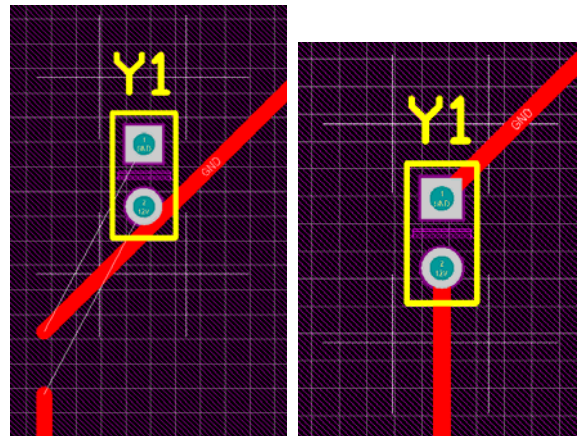

Figure 17. Moving components to snap point references
5. コネクタ Y1 を選択し、スナップポイントにより生成された長方形内に移動します。(Figure 17)
6. コネクタパッドに対して再配線を行いません。(Figure 17)